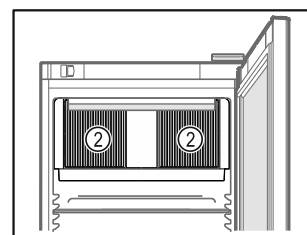

Fig. 40
- Ne pas obstruer les fentes d'aération Fig. 40 (2) du ventilateur de circulation d'air à l'intérieur de l'appareil.